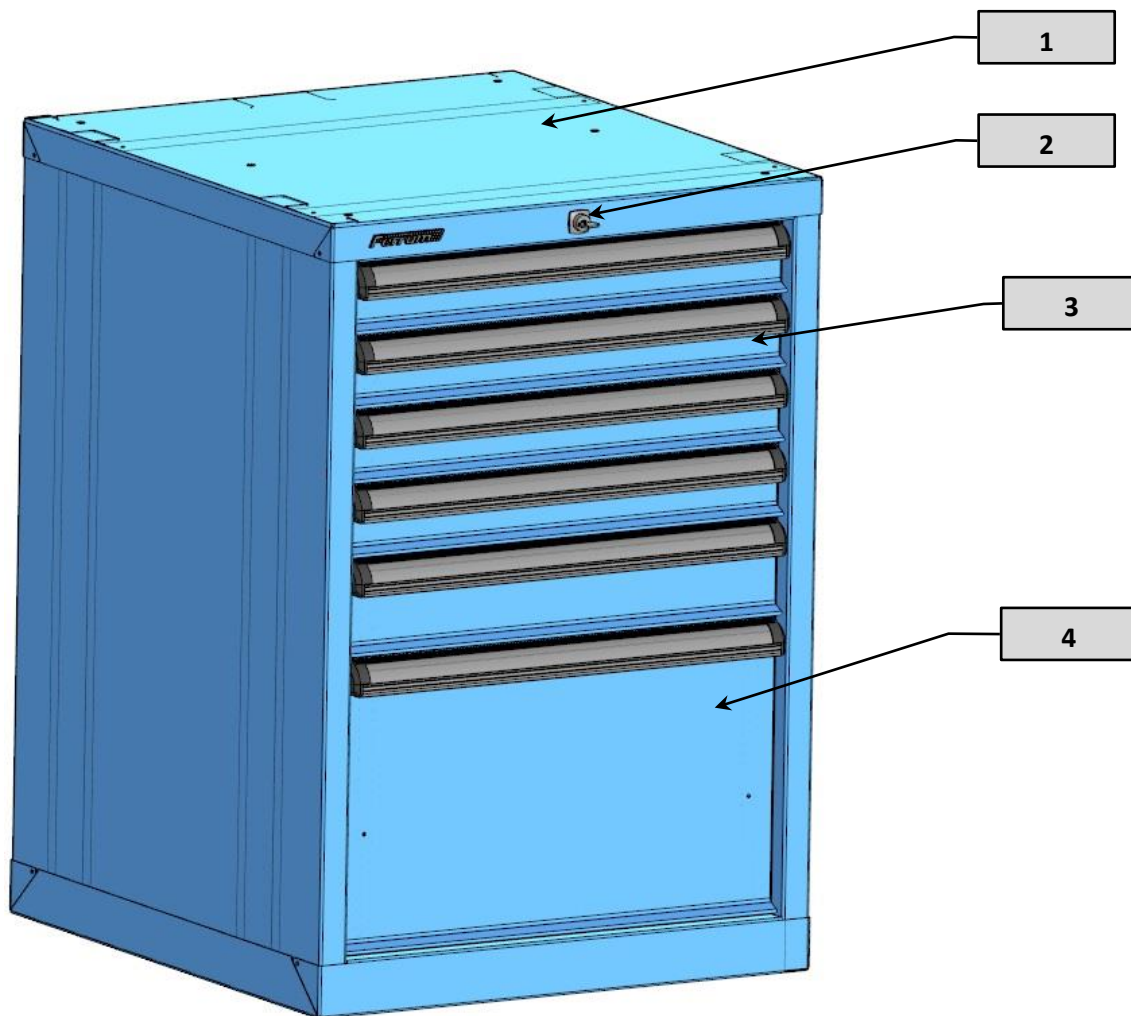

Рис.2
5. Извлеките нижний ящик тумбы из корпуса, выдвиньте полностью ящик до упора, на салазках ящика имеются пластиковые защелки, которые следует зажать, после чего, ящик можно будет полностью извлечь из корпуса тумбы. **См. рис. 2.**
Схема извлечения ящика (Рис.2)